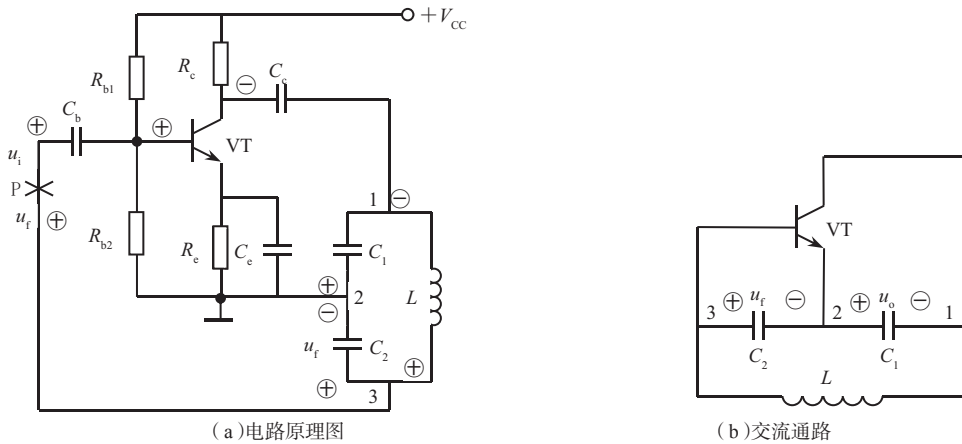

图 4-14 电容三点式振荡电路
(1) 电路组成:选频网络由电感 L 、电容 C_1 、 C_2 组成,如图 4-14(a)所示,选频网络中的“1”端通过输出耦合电容 C_c 接集电极,“2”端通过旁路电容 C_e 接发射极,“3”端通过耦合电容 C_b 接基极。由于电容的三个端子分别与三极管 VT 的三个电极相连,故称为电容三点式振荡电路。
(2) 振荡原理:用瞬时极性法判断各点瞬时极性变化如图 4-14(b)所示。 u_i 和 u_f 同相,即电路为正反馈,满足相位平衡条件。适当选择 C_1 和 C_2 的数值,就能满足幅度平衡条件和电路起振条件。
(3) 振荡频率 f_0 :振荡频率由 LC 回路谐振频率确定,电路的振荡频率为